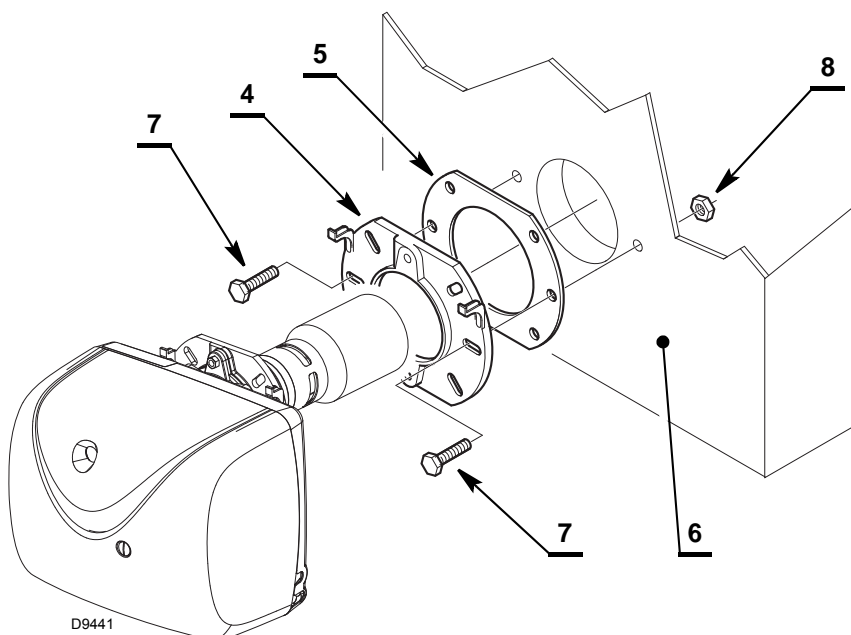

Abb. 7
- Mit den Schrauben 7) und (falls erforderlich) den Muttern 8) den Flansch 4) an der Kesseltür 6) mit Isolierdichtung 5) (Abb. 7) montieren.